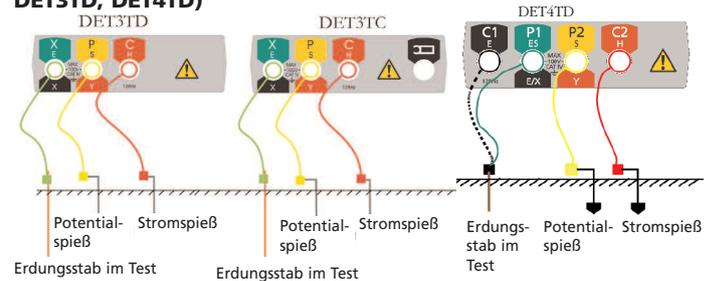

Abbildung 5: Anschlüsse für das Messen des dreipoligen Erdungsstabwiderstands.
1. Wenn der Wahlschalter auf die Position „OFF“ eingestellt ist, schließen Sie das Instrument wie in Abbildung 5 gezeigt an.
1. Wenn der Wahlschalter auf die Position „OFF“ eingestellt ist, schließen Sie das Instrument wie in Abbildung 5 gezeigt an, wobei die gepunktete Leitung die Klemme „C1“ mit der zu testenden Erdungselektrode (Stab) verbindet.